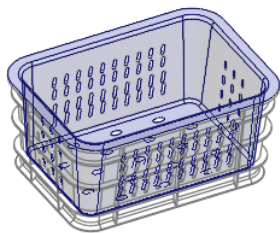

图 16.6 选取连续面 (一)
(3) 定义聚合选择。
① 在“聚合选择”菜单中选择 **Surfaces (曲面)** **Done (完成)** 命令,然后在图形区选取模型内壁所有面,如图 16.6 所示,在“选择”对话框中单击 **确定** 按钮,单击 **Done Refs (完成参考)** 命令。